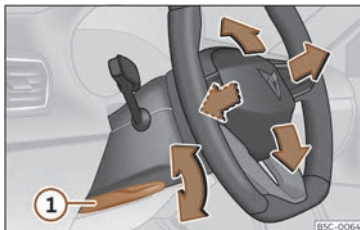

Abb. 85 Hebel auf der linken unteren Seite der Lenksäule.
- Hebel >>> (Abb. 85) ① nach unten schwenken, Lenkrad in die gewünschte Position bringen und Hebel wieder bis zum Schließpunkt nach oben drücken.
- Den Hebel >>> (Abb. 85) ① nach dem Einstellen immer fest nach oben schwenken, damit das Lenkrad während der Fahrt nicht unbeabsichtigt seine Position verändert.